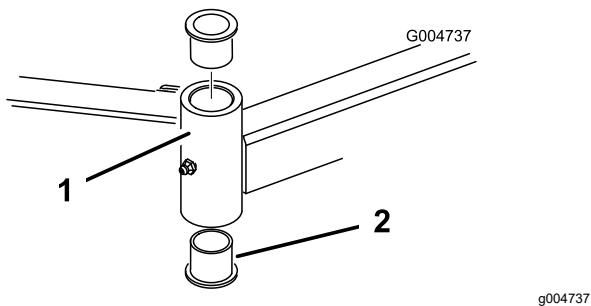

Figura 25
4. Introduza um punção para cavilhas na zona superior ou inferior do tubo de montagem e retire o casquinho para fora do tubo (Figura 25).